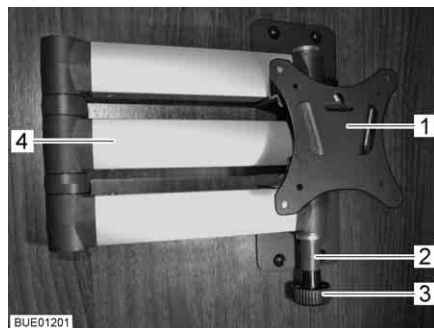

Fig. 89 Supporto con braccio snodato
- Tirare il bottone di sbloccaggio (Fig. 89,3). Il braccio snodato (Fig. 89,4) è sbloccato.
- Ruotare lo schermo piatto all'indietro nella sua posizione iniziale, finché il supporto (Fig. 89,1) non si innesta nel bloccaggio (Fig. 89,2).